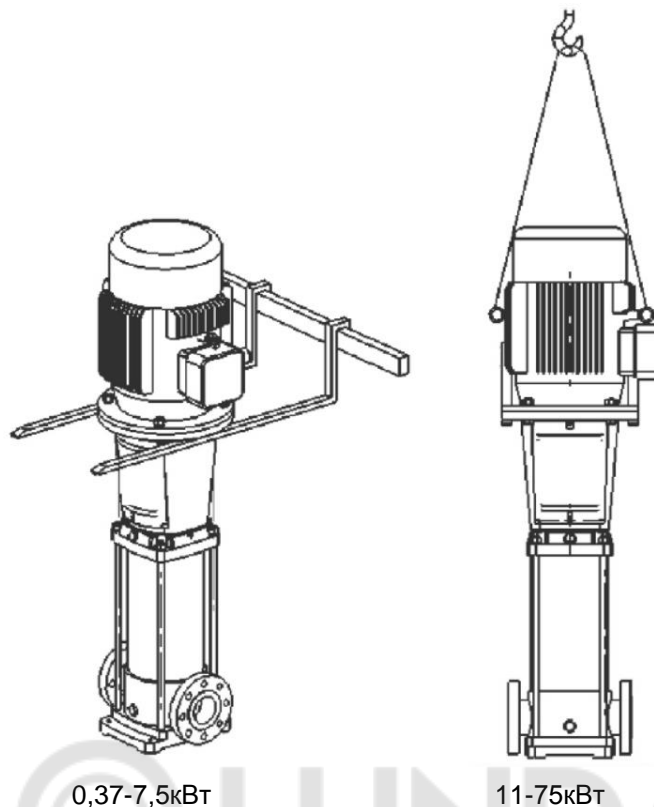

Рис.3
- Насос с электродвигателем мощностью 0,37-7,5 кВт: Допускается подъем насоса за фланец электродвигателя (либо с помощью строп) как показано на Рис.3.